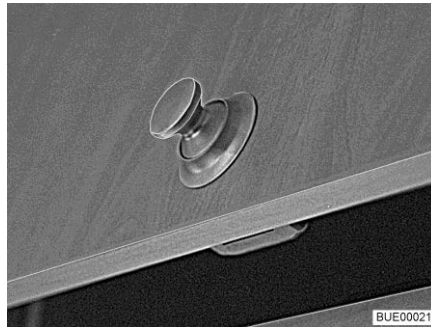
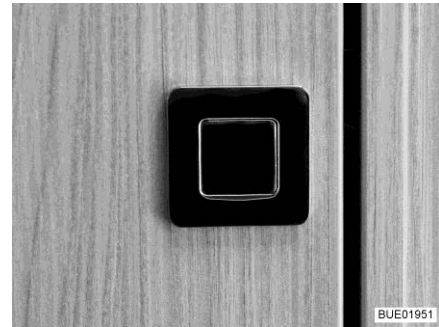

Bild 41 Skåplucka med rund tryckknapp
Bild 42 Skåplucka med rektangulär tryckknapp
- Tryck på låsets inre del. Tryckknappen (Bild 41 och Bild 42) skjuts ut.